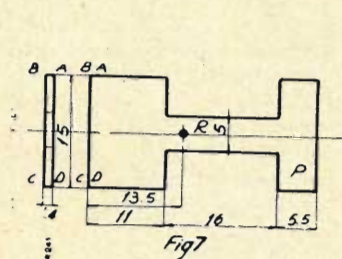

Fig. 7
6) Un pezzo in ferro dolce, rappresentato dalla fig. 7. La superficie A, B, C, D dovrà essere perfettamente piana e rifinita a lima finissima. Gli angoli saranno nitidi e perfettamente limati, senza sbavatura; questo pezzo costituirà la paletta mobile del motore. Il suo spessore deve essere come indicato di mm. 1,4.
diamo questo troncone alla paletta dalla parte dell'estremità colla tacca, applicandolo al punto della paletta segnato in fig. 7 con la lettera R, e cioè come viene mostrato dalla fig. 10.